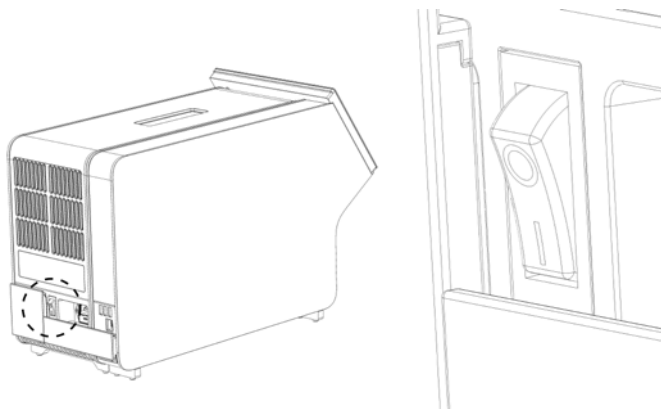

Abbildung 11: Lokalisieren des Netzschalters und Einstellen in die Position „I“
9. Schalten Sie das Gerät ein, indem Sie den Netzschalter an der Rückseite des Analysemoduls in die Position „I“ stellen (Abbildung 11). Überprüfen Sie, ob die Statusanzeigen am Analyse- und am Betriebsmodul blau leuchten.